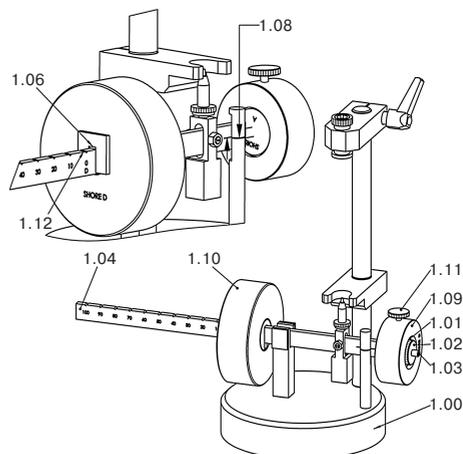

Рис.2. Установка диапазонов измерений по Шору D, C, D0.
• Закрутите противовес по Shore D (1.09, Рис.2) на противовесе Shore A (1.01, Рис.2).
• Затяните гайку с накаткой (1.11, Рис.2).
• Переместите подвижный груз D (1.10, Рис.2) на ноль, позиция «D» (1.12, Рис.2).
Упорная пластина (1.06, Рис.2) подвижного груза (1.10, Рис.2) должна быть со свободной стороны балансирующего плеча (1.04, Рис.2).
• Поворачивайте противовес (1.09, Рис.2) пока отметки (1.08, Рис.2) не совпадут.